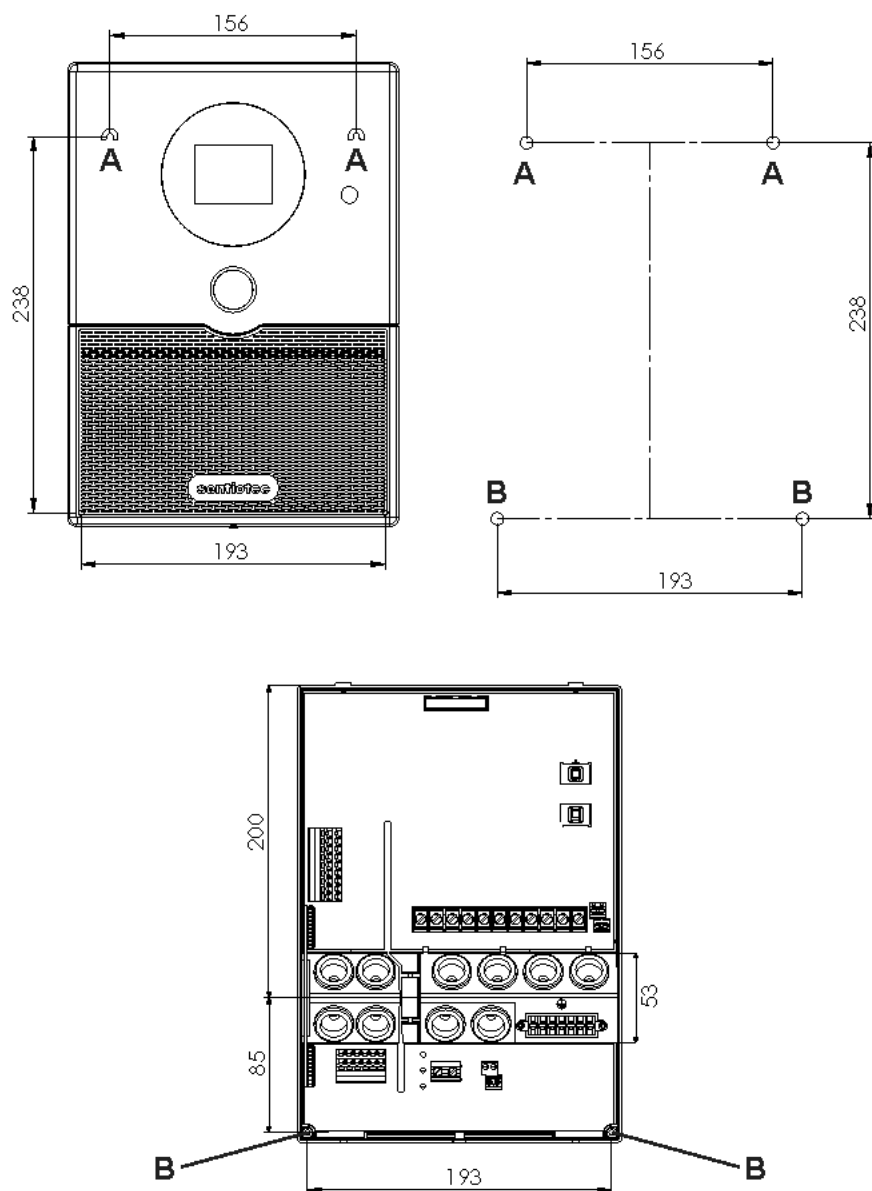

**Fig. 1** Posizione del dispositivo di sospensione e dei fori di montaggio (misure in mm)
1. Avvitare due viti per truciolari (3 x 25 mm) sulla parete della sauna a un'altezza di ca. 1,70 m lasciandole fuoriuscire di max 7 mm. Le due viti devono essere posizionate a una distanza di 156 mm l'una dall'altra (vedi Fig. 1).
4. Con l'ausilio del dispositivo di sospensione **A**, agganciare il comando della sauna alle viti con intaglio a croce montate (vedi Fig. 1).
5. Avvitare due viti per truciolari (3 x 25 mm) nei fori di fissaggio inferiori **B** (vedi Fig. 1).